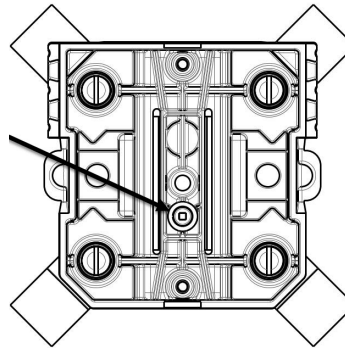

Figure 3
7. Retirer le connecteur de neutre en dévissant la vis sous le bloc principal. Conserver le bloc et éliminer le connecteur de neutre, la vis et la rondelle plate (Figure 3).